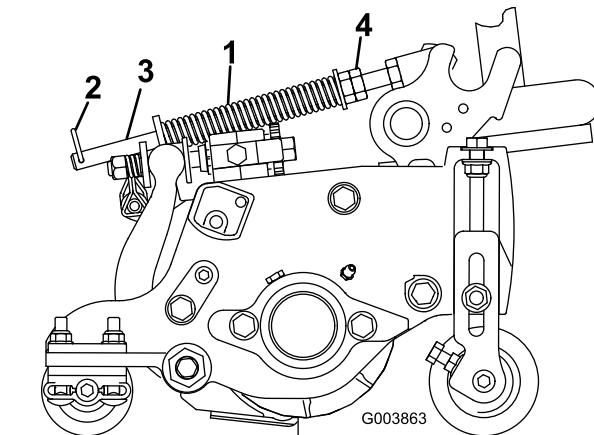

Figura 16
1. Asegúrese de que el pasador de horquilla está instalado en el taladro del extremo de la varilla (Figura 16).
2. Apriete las tuercas hexagonales del extremo delantero de la varilla del muelle hasta que la longitud comprimida del muelle sea de 15,9cm (Figura 16).
Nota: Si es necesario retirar la unidad de corte de la máquina, mueva la chaveta al taladro delantero de la varilla del muelle (Figura 16). Asegúrese de mover la chaveta de nuevo al taladro trasero de la varilla del muelle después de reinstalar la unidad de corte en la máquina.